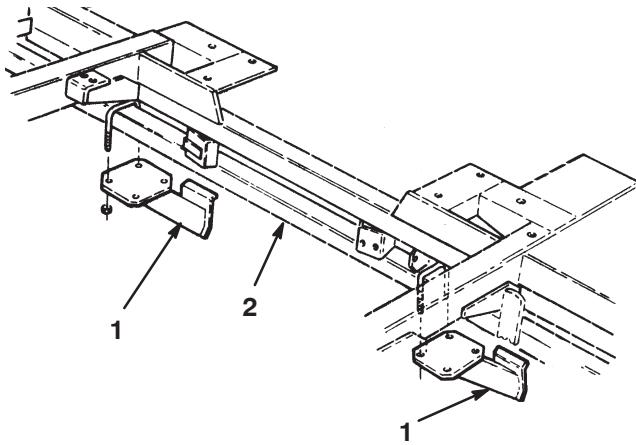

Figura 8
2. Fixe, sem apertar, um amortecedor de cilindro de cada lado do tubo do chassis, como mostra a Figura 8, com caivilhas em U e porcas de bloqueio.